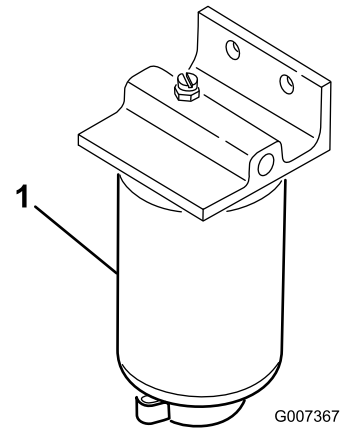

図 37
3. 燃料フィルタについているドレンプラグを1回転ほど開き、内部にたまっている異物を流し出す 図 37。